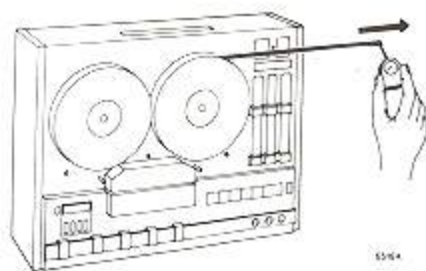

Fig. 12
- Die Bremskraft des linken und des rechten Spulentellers muss ca. 600 gcm betragen. Diese Kraft ist mit Hilfe einer vollen Spule und einem Federdruckmessgerät gemäss Angabe in Abb. 12 messbar. Das Messgerät muss für die unterschiedlichen Spulendurchmesser folgende Werte angeben: